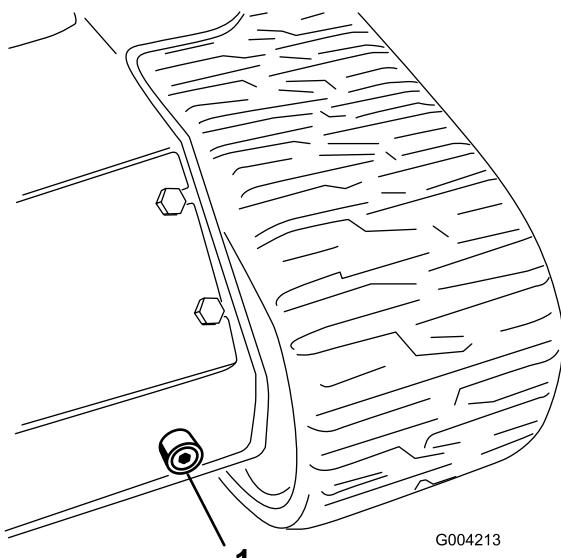

Figure 57
6. Placer un grand bac de vidange (d'au moins 57 litre [15 gallons américains] de capacité) sous le bouchon de vidange à l'avant de la machine (Figure 57).
7. Retirez le bouchon de vidange pour permettre à l'huile de s'écouler dans le bac de vidange (Figure 57).